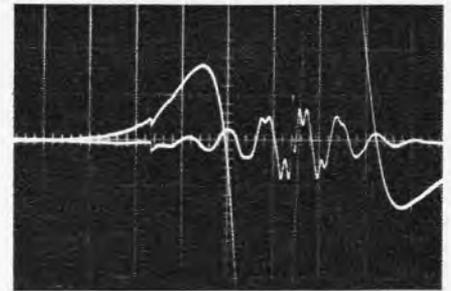

Bild 16. Kontrollspur mit Schneideimpuls. Zur besseren Sichtbarmachung befindet sich der Schneideimpuls links vom Vergleichsimpuls
2. Mechanisch-elektronisch: Dieses Verfahren ist das gebräuchlichere. Eine Videoband-Schneideeinrichtung ermöglicht das Abtasten und Sichtbarmachen der Kontrollspur. Mit Hilfe eines rotierenden Kopfes wird die Bandunterkante abgetastet und die Kontrollspur auf einem kleinen Oszillografen sichtbar gemacht. Ein in der Schneidlehre befindlicher Motor erzeugt einen Vergleichsimpuls (Sinus), auf dessen einer Flanke der Schneideimpuls zur Deckung gebracht wird, so daß dann der mechanische Schnitt vorgenommen werden kann (Bild 16).